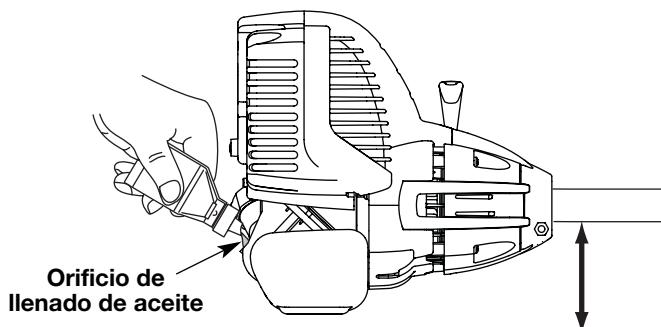

Fig. 6
- Coloque la unidad sobre una superficie plana (Fig. 6).
4. Vierta todo el contenido de la botella de aceite en el cigüeñal (Fig. 6).